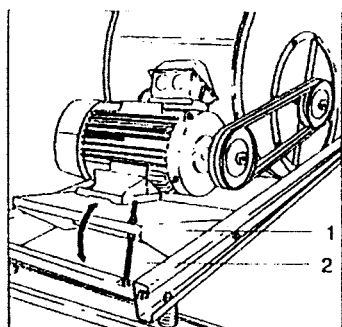

Fig. 12a: DAN-X 2/4-5/10
De afstelling van de snaarspanning volgens bovenstaande tabel dient plaats te vinden volgens onderstaande instructies en fig. 12a en 12b. De motor is geplaatst op een spanslede (1) tussen de spanslede en het montageframe bevindt zich een draadeind (2) met moeren, waarmee de positie van de spanslede kan worden veresteld. Hiermee wordt de juiste snaarspanning ingesteld.